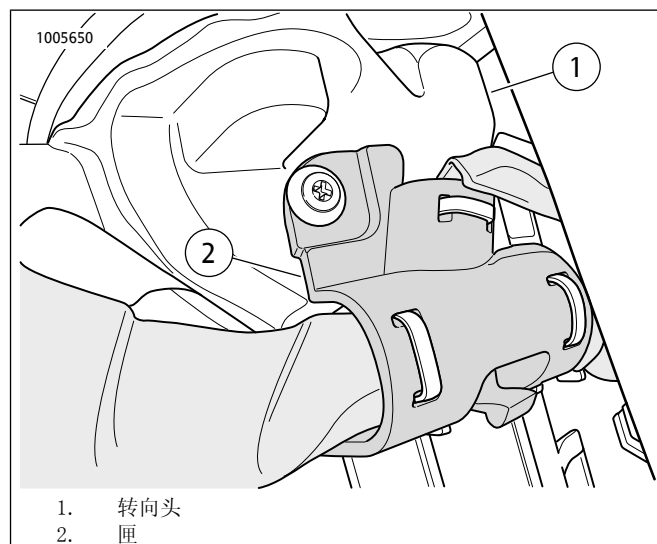

图13。转向头
17. 参见图13。将48英寸线束端头布设至转向头(1)。使用盒(2)固定线束。